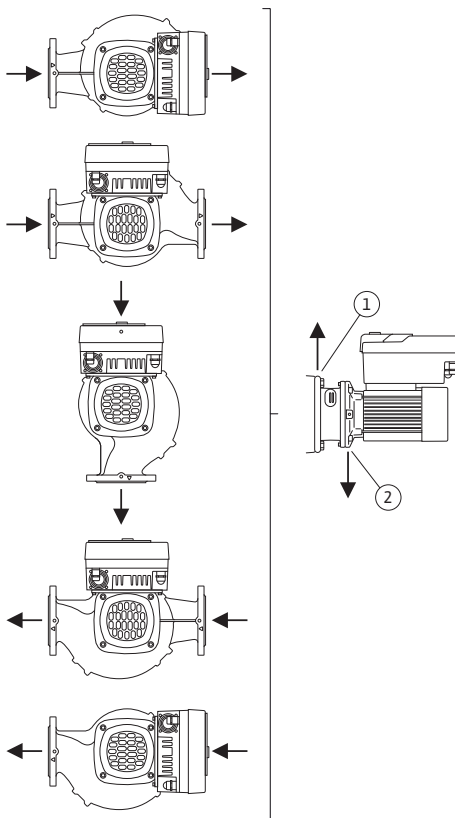

Fig. 10: Tillåtna monteringslägen med horisontell motoraxel
De tillåtna monteringslägena med horisontell motoraxel och elektronikmodul uppåt (0°) visas i Fig. 10.
Avluftning av pumpen utförs optimalt om avluftningsventilen pekar uppåt (Fig. 10, pos. 1). I denna position (0°) kan det kondensat som bildas föras bort via det tillgängliga borrhålet, pumplanternan samt via motorn (Fig. 10, pos. 2).
De tillåtna monteringslägena med vertikal motoraxel visas i Fig. 10.